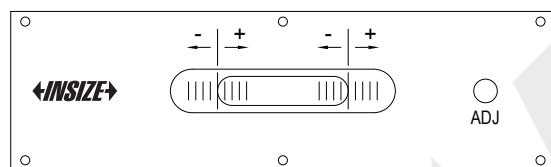

Fig.1
- a) Far scorrere (non appoggiare) la livella su una superficie pulita, piana e liscia. Il lato "-" è a sinistra e il lato "+" è a destra (Fig.1).